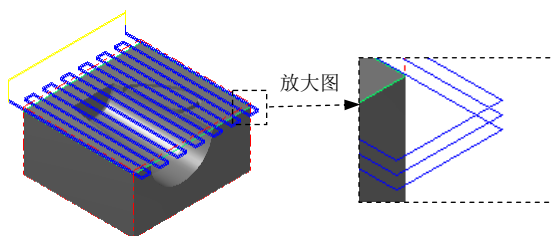

图 21.8 刀具路径
(1) 完成上步操作后，在“2D 刀具路径-平面铣削”对话框的刀具列表中双击该刀具，系统弹出“定义刀具-机床群组-1”对话框。
(2) 设置刀具号码。在“定义刀具-机床群组-1”对话框的 **刀具号码** 文本框中，将原有的数值改为 1。
(3) 设置刀具的加工参数。单击“定义刀具-机床群组-1”对话框中的 **参数** 选项卡，在 **进给率** 文本框中输入值 200.0，在 **下刀速率** 文本框中输入值 100.0，在 **提刀速率** 文本框中输入值 500.0，在 **主轴转速** 文本框中输入值 800.0。
(4) 设置冷却方式。在 **参数** 选项卡中单击 **Coolant...** 按钮，系统弹出“Coolant...”对话框，在 **Flood**（切削液）下拉列表中选择 **On** 选项。单击该对话框中的 按钮，关闭“Coolant...”对话框。
Step11. 单击“2D 刀具路径 - 平面铣削”对话框中的 按钮，完成加工参数的设置，此时系统将自动生成图 21.8 所示的刀具路径。